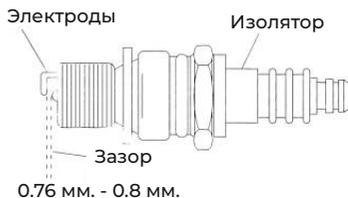

Рис. 45
2. Выкрутите и проверьте состояние свечи зажигания (рис. 45).